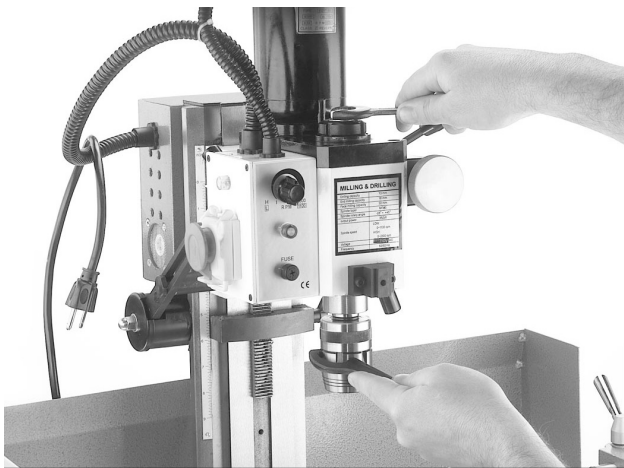

Fig. 12 Installering av fräschuck.
- Håll chucken på plats och spänn fast låsmuttern på dragstången tills den sitter åt. Se **fig 12**. DRA INTE ÅT låsmuttern för mycket, för då kommer det att vara svårt att ta bort chucken från spindelkonan.